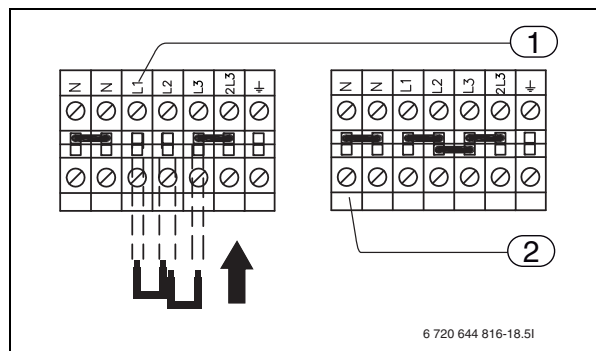

Fig. 27 Emplacement des cavaliers dans le module E-S, monophasée
► Si le module E-S doit être connecté à un circuit monophasé, utiliser les cavaliers suivants (→ Figure 27)